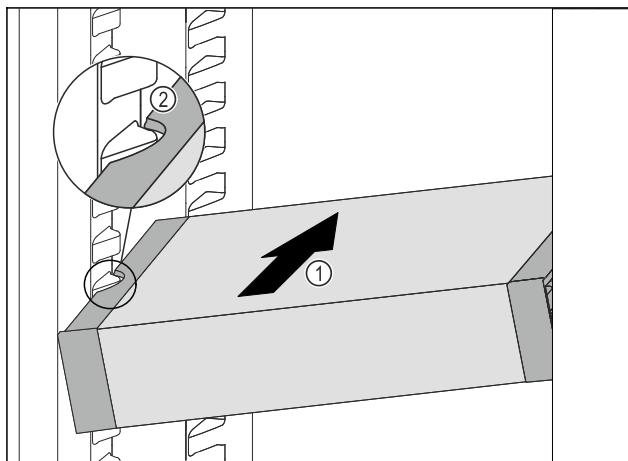

Fig. 114
- Skyv VarioSafe skrått inn i kjøleskapsdelen Fig. 114 (1), til utsparingene på sidene av Fig. 114 (2) VarioSafeser på nivå med rillene i kjøleskapet.